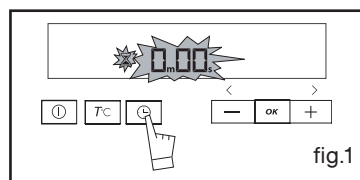

fig.1
- Tryk 3 gange på tasten  (fig.1).